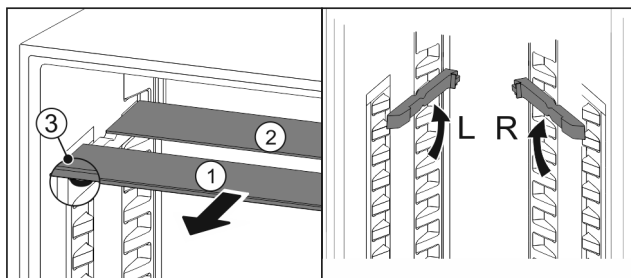

Fig. 117
- ▶ Wyciągnąć Fig. 117 (1) pojedynczo półki szklane do przodu.
- ▷ Płyta szklana Fig. 117 (1) z listwą ozdobną znajduje się z przodu.
- ▷ Stopery Fig. 117 (3) wskazują w dół.